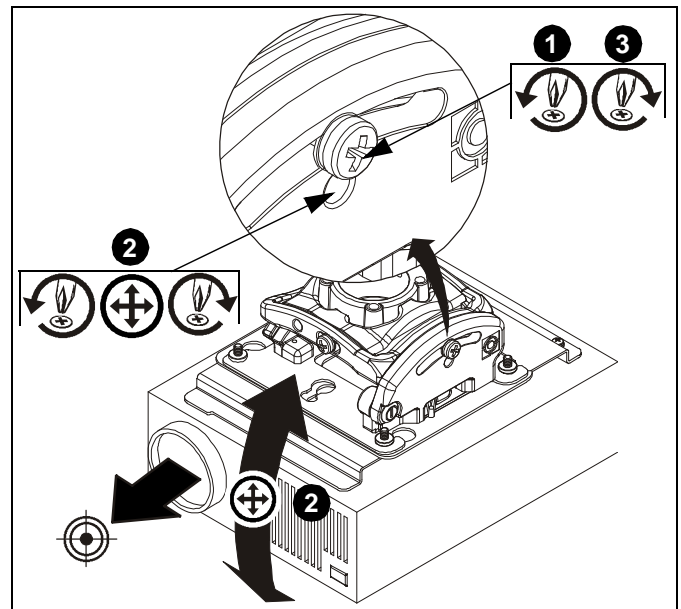

Figure 13
1. Desserrez la vis de verrouillage du réglage de l'INCLINAISON en utilisant un tournevis Phillips #2. (Voir la Figure 13)